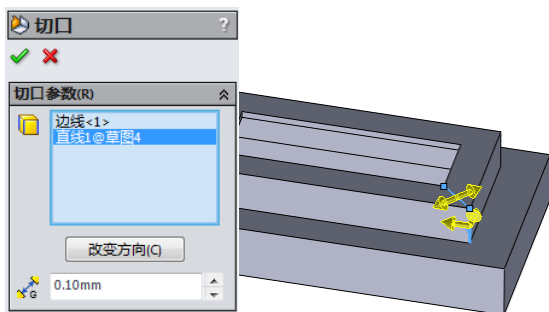

图 7-68 “切口”属性管理器
(2) 单击“钣金”工具栏中的“切口”按钮, 或执行“插入”→“钣金”→“切口”菜单命令, 系统打开“切口”属性管理器, 单击鼠标选择绘制的直线和一条边线来生成切口, 如图 7-68 所示。